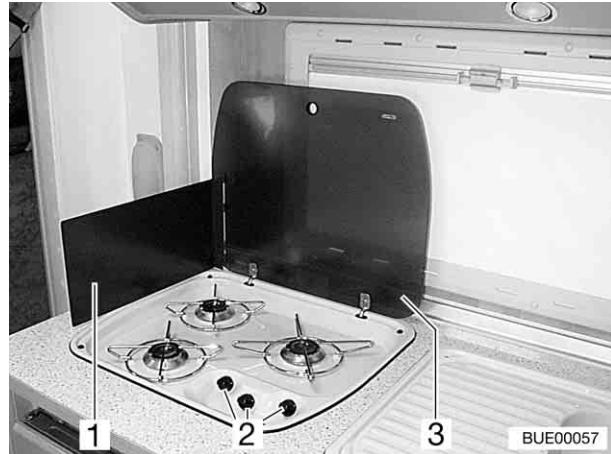

Fig. 129 Réchaud à gaz
- Ouvrir le couvercle du réchaud à gaz (Fig. 129,3) et, selon les modèles, relever l'écran pare-flammes (Fig. 129,1) ou le mettre en place.
- Tourner le bouton tournant (Fig. 129,2) du brûleur désiré en position d'allumage (grande flamme).